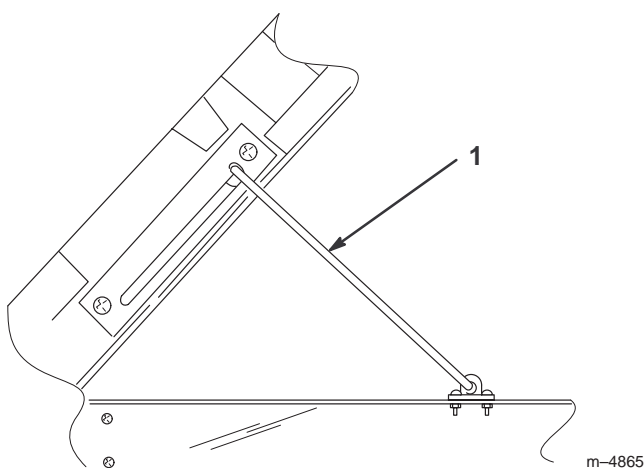

Figure 12
3. Levez le plateau au maximum, puis descendez-le légèrement pour engager la béquille (Fig. 12).